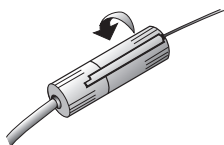

Figure 26. Verrouiller le connecteur autobloquant.
2. Verrouiller le connecteur à broches dans le connecteur autobloquant sur le câble de test en faisant tourner le connecteur d'un quart de tour (jusqu'à ce qu'il bute, Figure 26). Si le connecteur autobloquant ne tourne pas facilement, ne pas forcer. Démontez les pièces et recommencez depuis l'étape 1 de ce paragraphe.